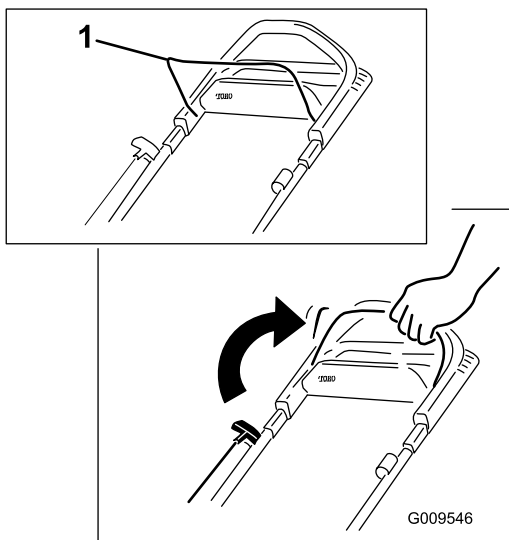

Figura 14
1. Mantenha barra de controlo da lâmina encostada ao manípulo (Figura 14).